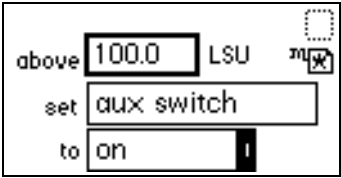

图 3-23 Threshold Events 屏幕
2. 按 2 Threshold events。出现用于输入阈值的活动字段 (LSU)。当用户开始在 LSU 字段中输入数字时，出现附加字段（图 3-23）。